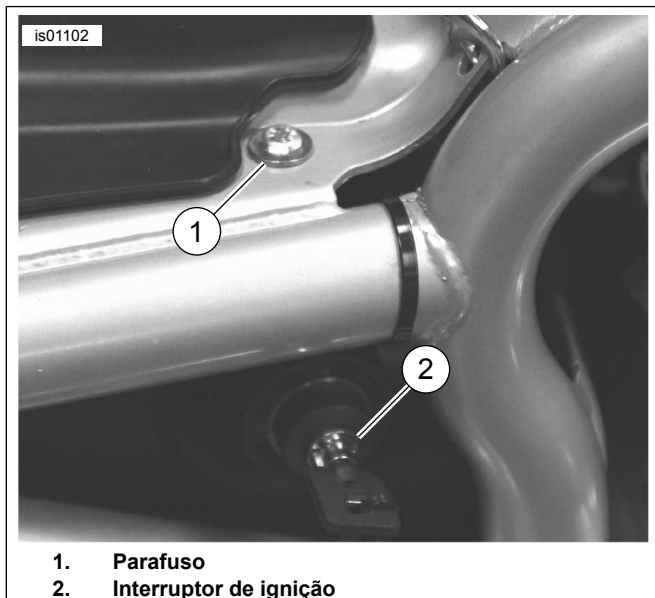

Figura 5. Conexão terra (modelos V-Rod ano 2006 e anteriores)
1. Veja Figura 5. Remova o parafuso (1, localizado sob o assento) que fixa o interruptor da ignição (2) ao lado direito do quadro.